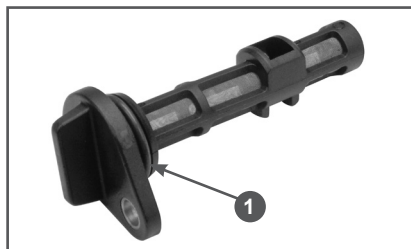

Рис. 21 Масляный фильтр
9. Внимательно осмотрите масляный фильтр (Рис. 21). Обязательно проверьте фильтрующую сетку фильтра на наличие механических повреждений (сетка порвана, имеются отверстия). При наличии повреждений и невозможности очистить сильные загрязнения фильтр необходимо заменить.
При каждой очистке масляного фильтра обязательно меняйте уплотнительное кольцо 1 масляного фильтра (Рис.21). При установке кольца на корпус фильтра не допускайте его повреждений. После установки уплотнительного кольца на корпус масляного фильтра контролируйте правильность установки кольца, оно не должно быть перекручено.
2. Извлеките из масляной ванны 8 стакан 6 в сборе с сетчатым фильтрующим элементом 5 и крышкой 4 (Рис. 21).